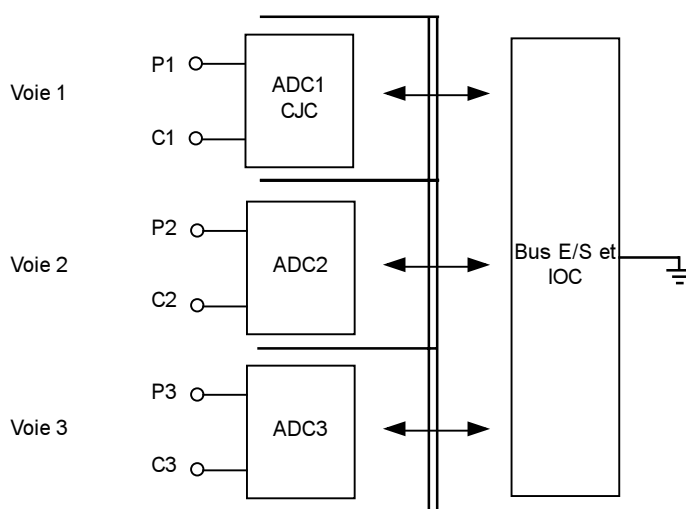

Figure AI3-2 Schéma d'isolation
- Pour les boucles HART où la résistance de charge principale est celle fournie par l'AI3, la résistance doit être renforcée par une résistance externe en série, en ajoutant normalement 150 W en série avec la connexion C_n . Ceci peut être réalisé en coupant la piste comme le montre la figure AI3-2. La résistance peut être câblée, en utilisant les bornes de réserve et des résistances terminées par des fils. Un tel renforcement n'affecte pas les spécifications, sauf que la tension d'entrée excessive risque de réduire la marge nécessaire pour alimenter des unités externes (comme toutes les boucles compatibles HART).